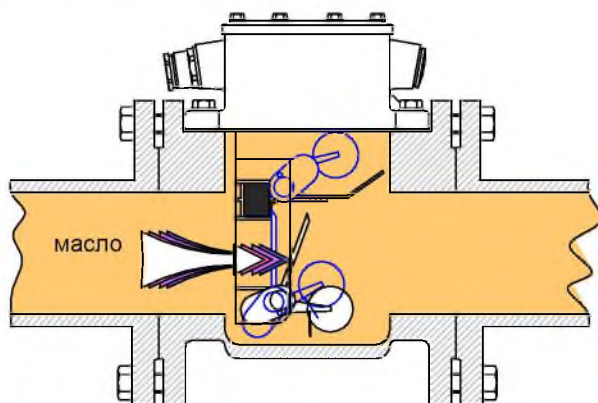

Рис. 3.3. - Ускоренный поток изоляционной жидкости
3.3. Ускоренный поток изоляционной жидкости (рис.3.3.)